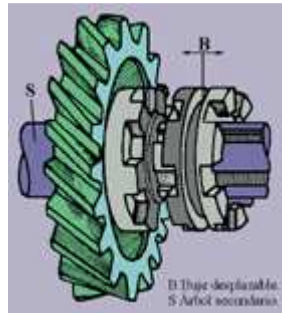
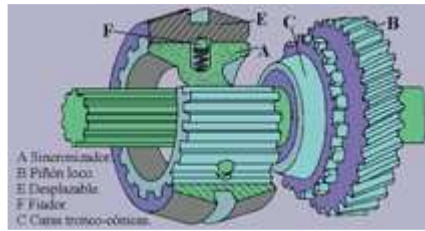

Fig. 30
Fig. 33
Esta fijación puede realizarse, como muestra la **fig. 30**, mediante un buje desplazable (**B**), que tiene mecanizado una corona dentada frontal que, al desplazarse hacia el piñón, engrana con otra corona similar mecanizada en este último, o mediante sincronizadores (**fig. 33**).
**Sincronizador (fig. 33)**